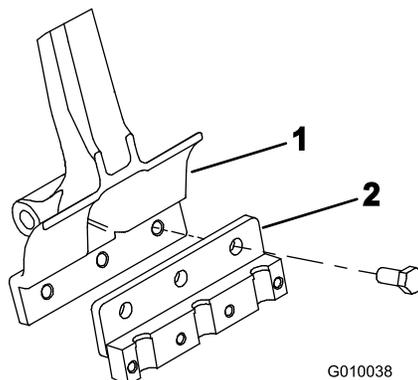

Figura 24
3. Su ciascun braccio delle fustelle montate un portafustelle (Figura 24) usando 3 bulloni ($\frac{1}{2}$ " x $1\frac{1}{4}$ "). Serrate i bulloni a 101,6 N·m.